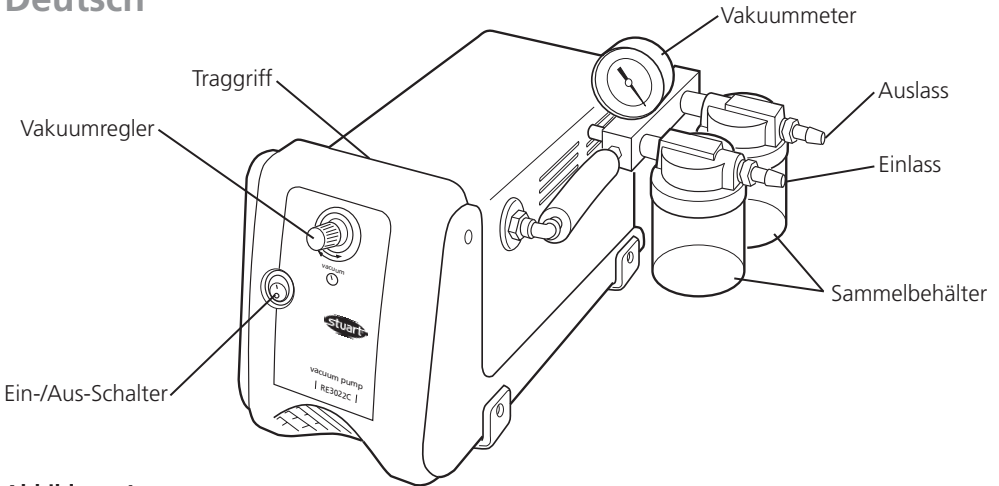

Abbildung 1
- ❖ Das Gerät nur mit dem Tragegriff auf der Oberseite transportieren (siehe Abb. 1).
Siehe Abbildung 1
- Kontrollieren, ob die Sammelbehälter leer und in gutem Zustand sind (siehe Abb. 1).
- Den Vakuumregler (siehe Abb. 1) durch Drehen im Gegenuhrzeigersinn bis zum Anschlag öffnen.
- Den Vakuumregler langsam schließen, bis der gewünschte Unterdruck auf dem Messgerät angezeigt wird (siehe Abb. 1).
Zum Schutz des Anwenders und der Pumpe wurden mehrere Sicherheitsfunktionen implementiert (siehe Abbildung 1).